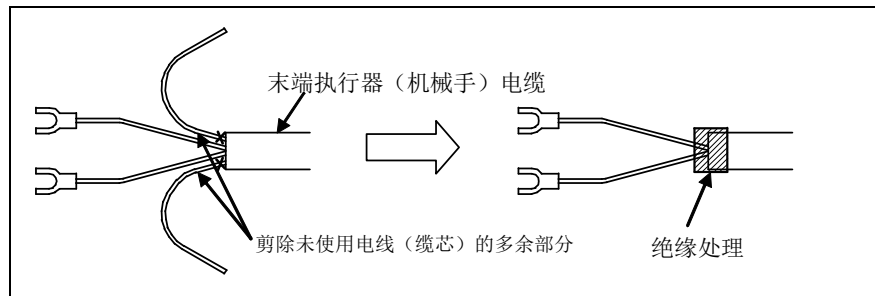

图5 末端执行器(机械手) 电缆的处理方法
- 请剪除末端执行器(机械手)电缆的未使用电线(缆芯)的多余部分并进行绝缘处理。如缠绕醋酸布胶带等。(见图5)